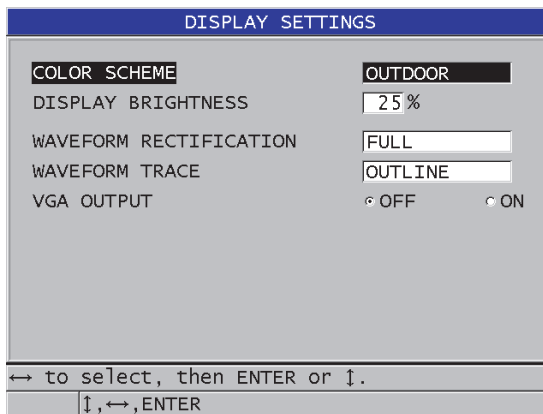

図 4-3 DISPLAY SETTINGS (表示設定) 画面
2. DISPLAY SETTINGS (表示設定) 画面 (58 ページ図 4-3 参照) で、希望のパラメータおよび以下のパラメータの値を選択します。